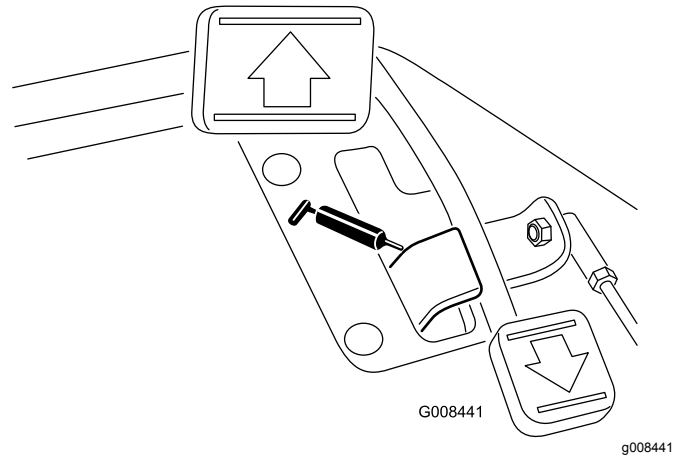

Bild 30
- Fahrpedal-Drehlager (1) (Bild 30)